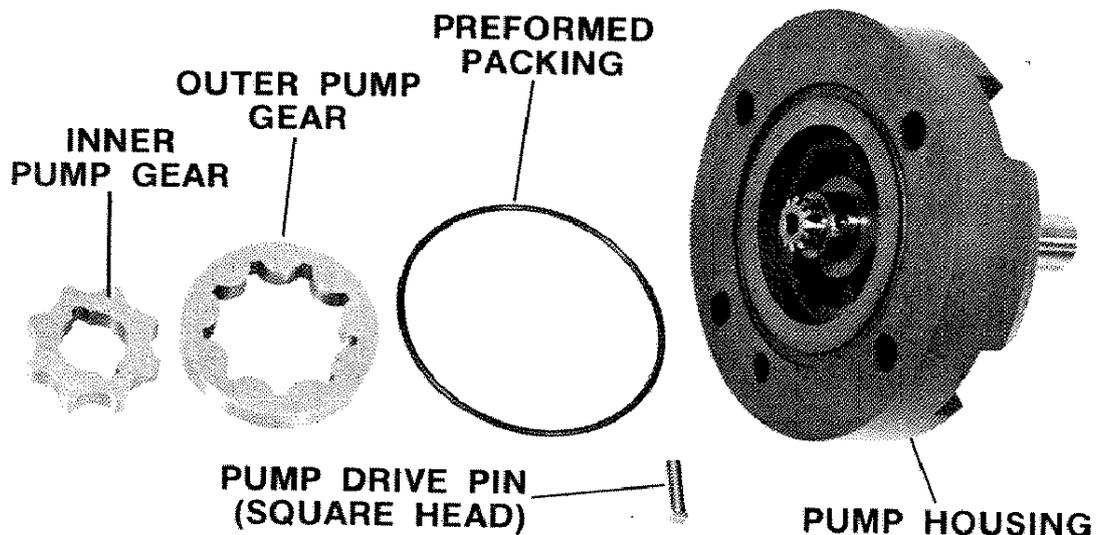
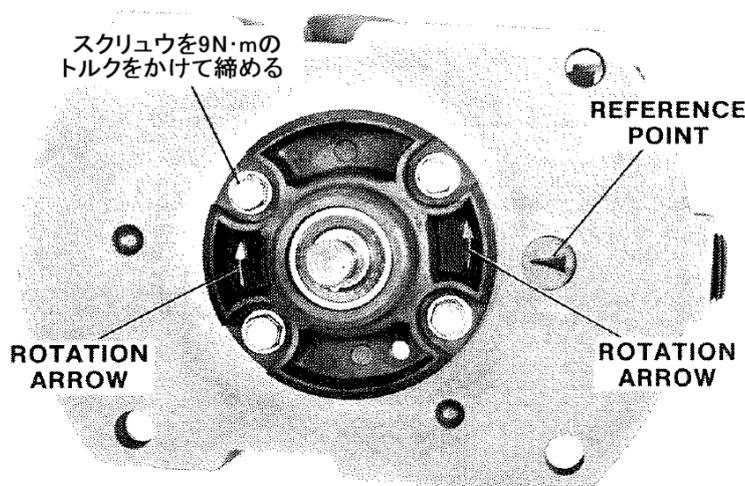
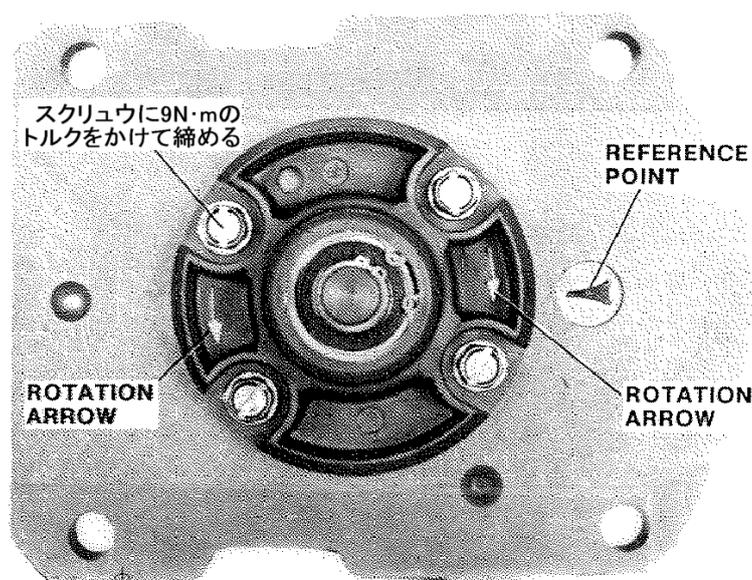

図 2-4; ポンプ・ハウジング部
図 2-5; 駆動軸時計方向回転設定
図 2-6; 駆動軸反時計方向回転設定
1. 図 2-4、図 2-5、図 2-6 を参照の事。
4. ポンプ・ハウジング上の矢印とガバナケースのリファレンス・ポイントを合わせる。図 2-5 は駆動軸時計方向回転 (CW) 設定を、図 2-6 は駆動軸反時計方向回転 (CCW) 設定を表わしている。
図 2-5 では TG-13/TG-17 は時計方向回転と記載されているが、面上では反時計回りを示す矢印 (ROTATION ARROW) をリファレンス・ポイントの横に持って来ている。同様に図 2-6 では TG-13/-17 は反時計方向回転と記載されているが、面上では時計回りを示す矢印 (ROTATION ARROW) をリファレンス・ポイントの横に持って来ている。これはとりも直さず、回転方向というのはガバナの上面より据付面方向を見て定義づけられている事による。従って底部面を見ると逆の表現となってしまう。